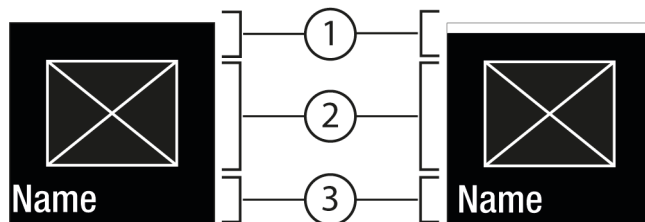
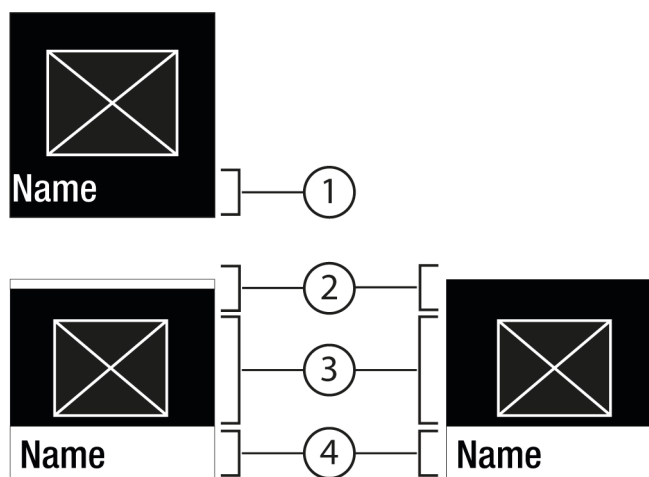

Fig. 6
Fig. 7
- S tipko za potrditev Fig. 5 (2) priključite podmeni Fig. 7 (4).
- Nastavitev nove vrednosti: S tipko za potrditev Fig. 5 (2) izberite deaktivirano vrednost Fig. 6 (1).
- Nazaj v meni: S tipko za potrditev Fig. 5 (2) izberite že aktivirano vrednost Fig. 6 (2).
- ▷ Stanje: aktivirano Fig. 6 (1) se na kratko pokaže v podmeniju Fig. 7 (4).